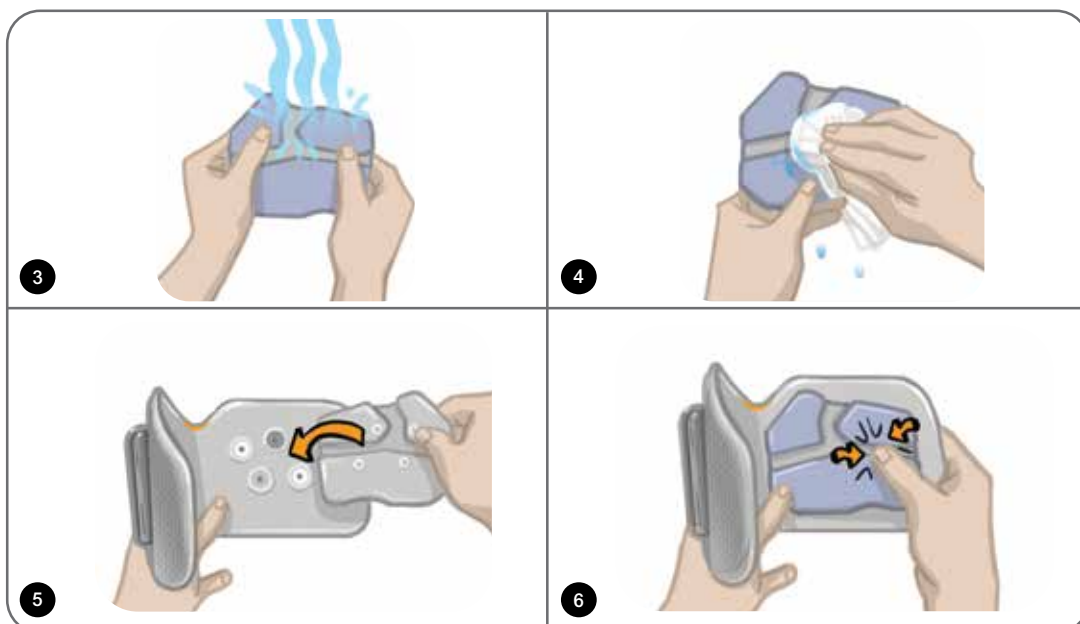

Bild 8-12: Montera styrelektroden
**Så här monterar du styrelektroden (se bild 8-12):**